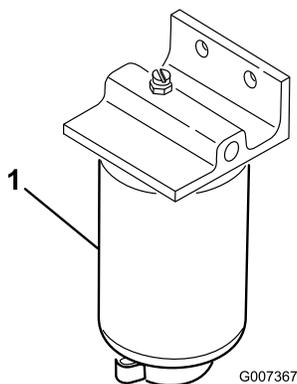

Figura 54
1. Mettete un contenitore pulito sotto il filtro del carburante (Figura 54).